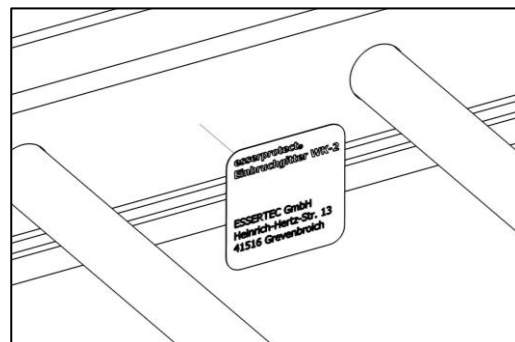

Bild 17
Typenschild (**Bild 17**)
9. Auf der Zarge des Einbruchgitters das Typenschild aufbringen. Das gilt für den direkten und nachträglichen Einbau (**Bild 17**)